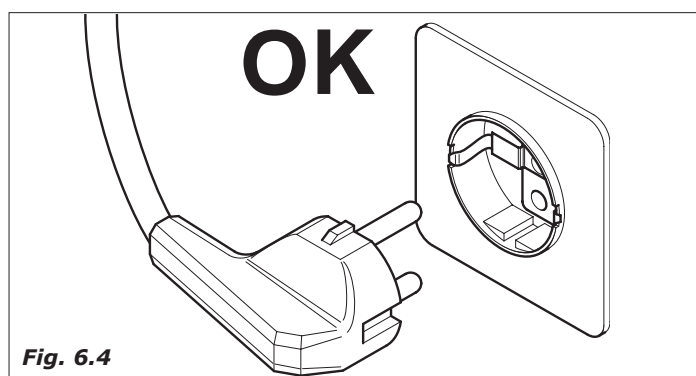

Fig. 6.4
- O distribuidor é equipado de cabo de alimentação H05VV-F 3x1,5mm², com tomada SCHUKO (Fig.6.4).